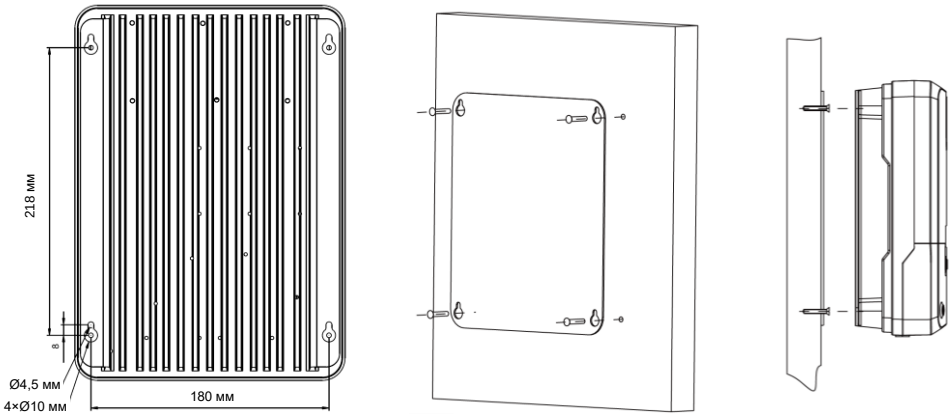

Рисунок 6. Монтаж контроллера.
2. Разместите контроллер на месте установки и сделайте разметку для креплений, см. Рисунок 6.